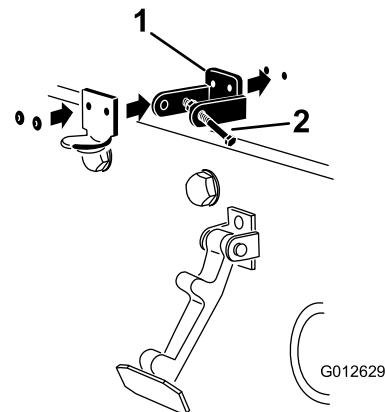

Figure 7
3. Alignez les trous de montage et positionnez le support du verrou CE et le support du verrou de capot sur le capot. Le support du verrou doit être appuyé contre le capot (Figure 7). Ne retirez pas le boulon et l'écrou du bras du support du verrou.
5. Rivez les supports et les rondelles sur le capot (Figure 7).